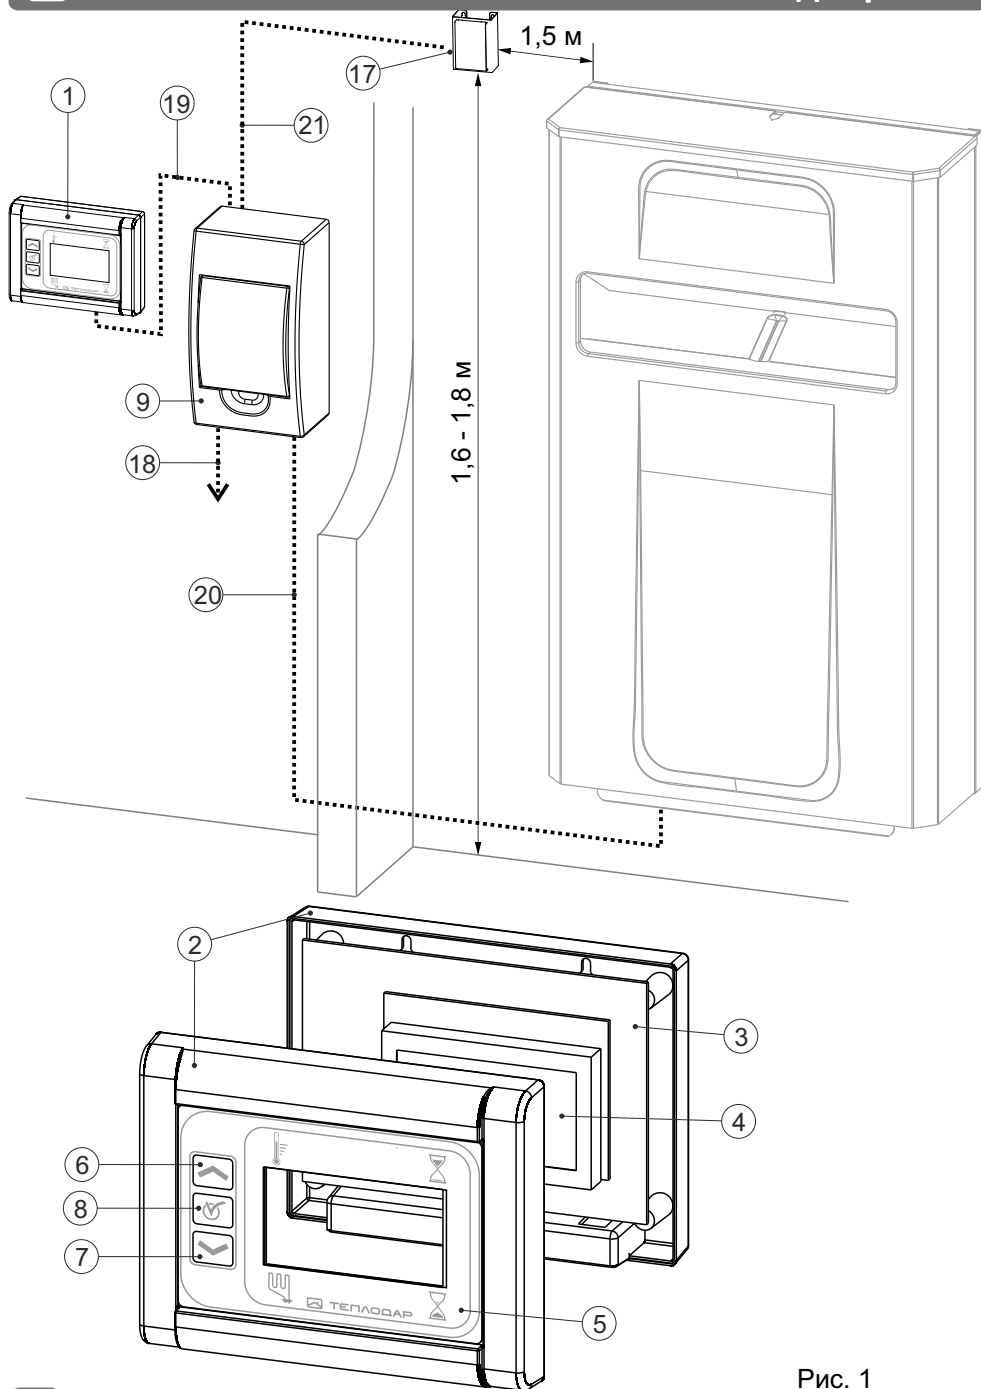
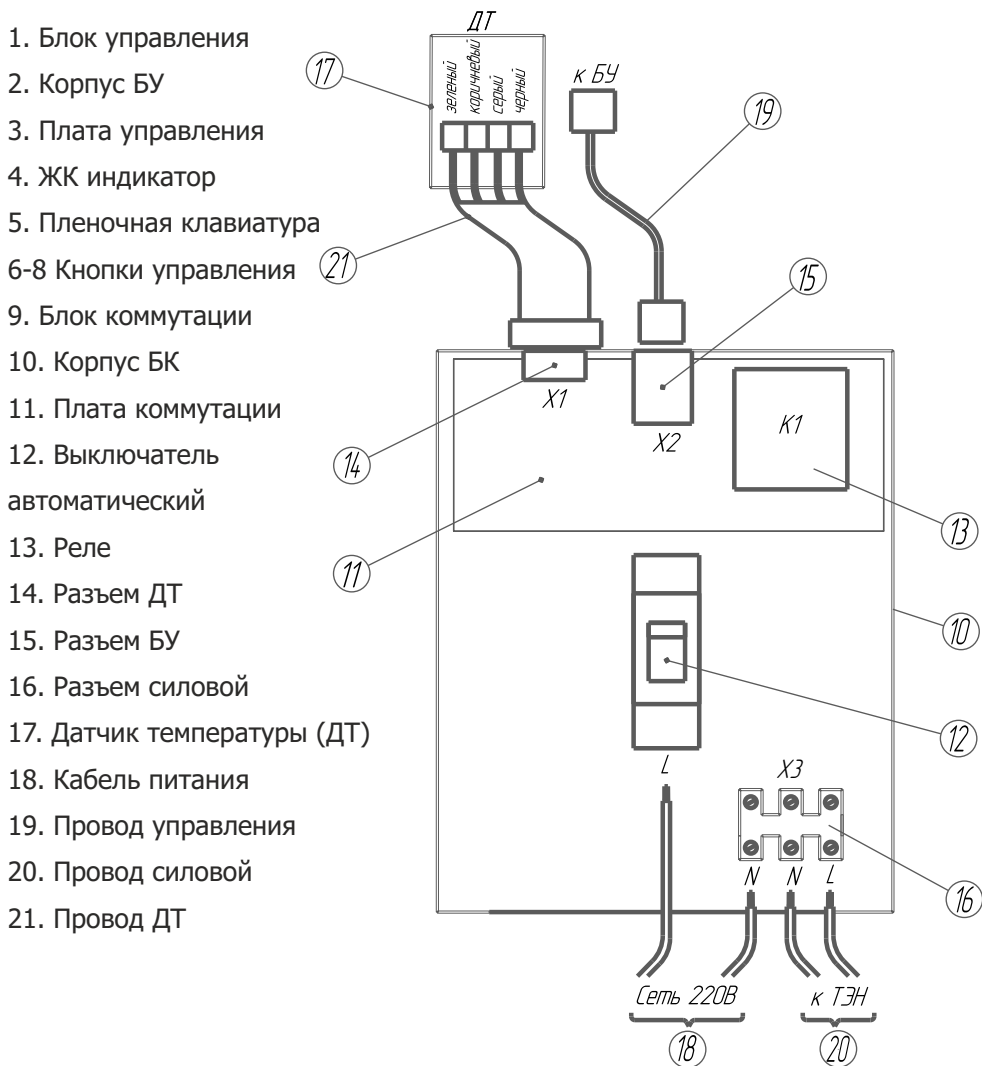

Рис. 1
Рис. 2
ПУ (Рис.1) представляет собой комплекс из блока управления (БУ) (1), блока коммутации (БК) (9) и датчика температуры (ДТ) (17), соединенных между собой проводом управления (19) и проводом ДТ (21). С ЭП (ЭКП) ПУ соединяется через провод силовой (20), а с сетью 220 v через кабель питания (18).
БУ предназначен для настройки режимов работы (внешний вид показан на рис.1) и состоит из корпуса БУ (2), платы управления (3), ЖК индикатора (4) и пленочной клавиатуры (5).
БК (внешний вид показан на рис.2) состоит из корпуса БК (10), автоматического выключателя (12) (в зависимости от модели пульта количество выключателей может отличаться) и платы коммутации (11). На плате коммутации расположены разъемы подключения: слаботочные разъемы (14, 15) для соединения через провод управления и провод ДТ с БУ и ДТ соответственно, силовой разъем (16) для подключения ЭП (ЭКП) через силовой провод. Подключение к электросети осуществляется через провод питания и автоматический выключатель (12).
Схема установки ПУ показана на рис. 1.
Электромонтаж ПУ должен осуществляться в соответствии с схемой подключения, представленной на рис.1 и рис.2.
При подключении обращайте внимание на нумерацию контактов на схеме подключения (рис.2).
Соединить проводом ДТ (21) слаботочный разъем (14) блока коммутации с одной стороны и ДТ с другой (обязательно соблюдайте цветовую маркировку проводов, указанную на рис.2), провода подключаются с помощью винтового соединения;